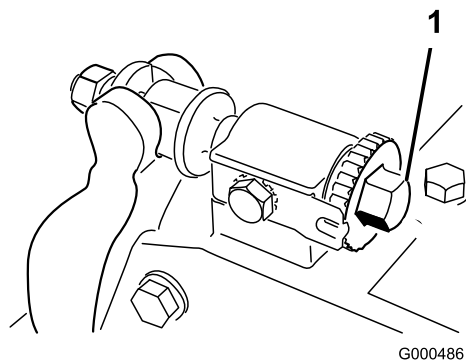
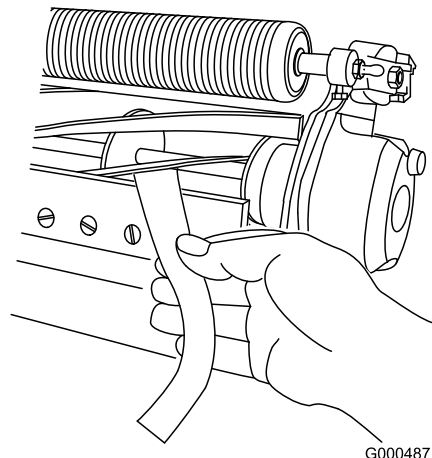

図 51
図 52
2. ベッド・バー調整ネジ (図 51) を左に回して、リールと下刃の接触を完全になくす。
4. リール前面の左右いずれかの端を選び、リールと下刃の間に長く切った新聞紙片を差し入れる (図 52)。リールをゆっくり前回転させながら下刃調整ネジを締める (図 51 (新聞紙を入れた側の調整ネジを、1 目盛りずつゆっくりと)。新聞紙を引き抜くのに軽い力が必要な程度でよい)。
6. 両側の調整ができれば最終確認を行う：紙片をリールの前から差し込んだ時にははさむだけ、下から差し込むと切れるのが正しい調整である (図 52)。リールと下刃のごくわずかの接触で紙が切れなければいけない。接触を強くしないと切れない場合には、鋭利な刃先を取り戻して精密なカットができるようにバックラップか研磨を行うことが必要 (Toro 研磨マニュアルを参照)。